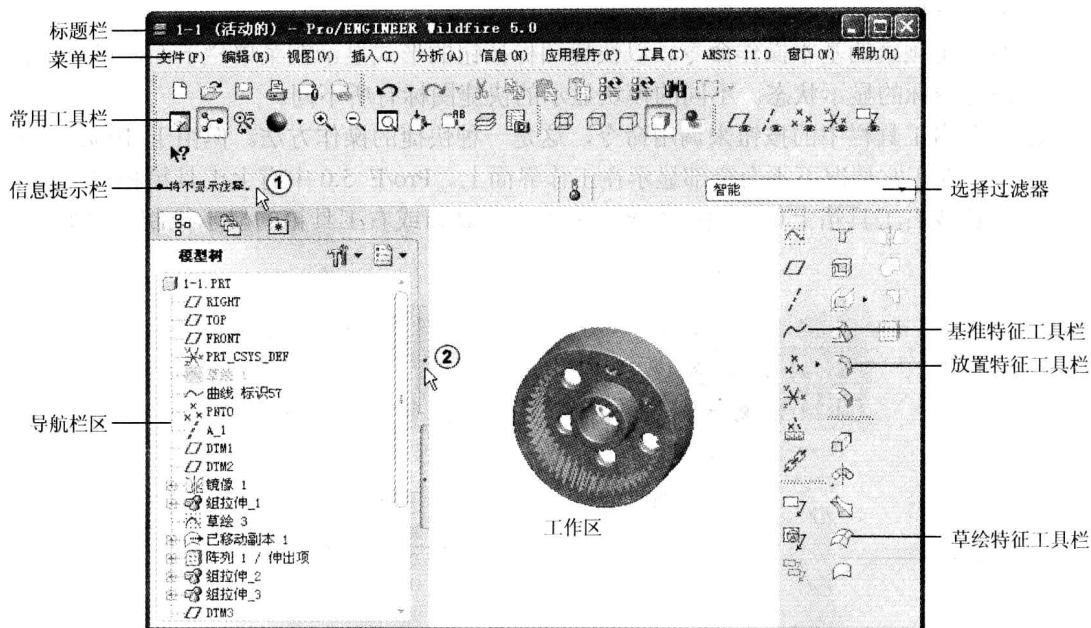
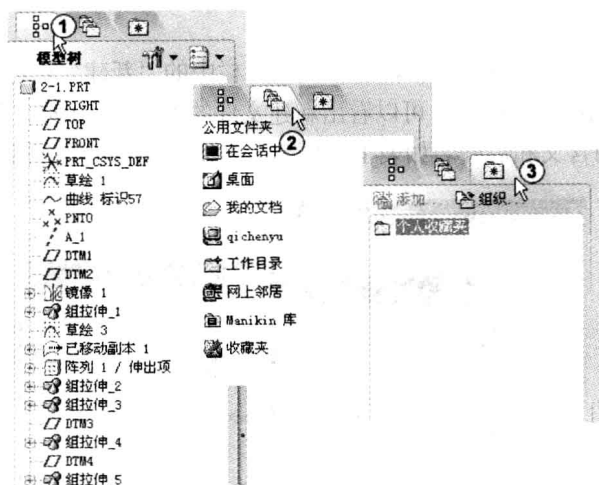

图 1-4 Pro/E 5.0 的工作界面
图 1-7 导航面板
Pro/E 5.0 的界面友好，用户操作快捷。Pro/E 5.0 零件模块的工作界面如图 1-4 所示，一般包括以下几个部分。
(3) 信息提示栏
信息提示栏位于窗口工作区的上部，对当前窗口中的操作作出简要说明或提示。对于需要输入数据的操作，会在该提示栏出现一个文本框，供数据输入使用，如图 1-4 中①所示。
(4) 导航栏区
导航栏区位于窗口工作区的左侧。单击导航栏右侧的符号“>”，显示导航栏；单击导航栏右侧的符号“<”，隐藏导航栏，如图 1-4 中②所示。导航栏中包括模型树、文件夹浏览器、收藏夹和相关网络技术资源 3 部分内容。单击相应选项按钮，可打开相应的导航面板，如图 1-7 所示。